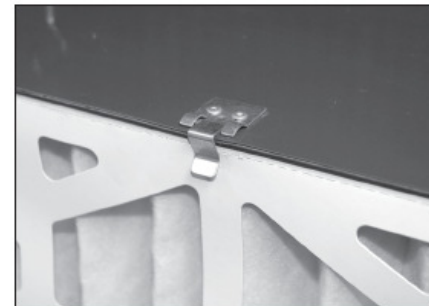

Abb. 5
- Es gibt zwei Filter, die gereinigt und / oder gewechselt werden müssen. Der äußere Filter kann leicht entfernt werden, indem Sie die beiden Klemm-Clips lösen. (Abb. 5)